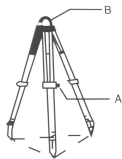

图 1
- (1) 将三角架调至人眼水平位置，固紧螺丝 A。(图 1)